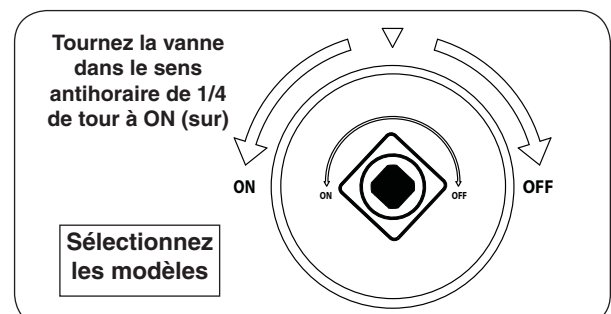

Fig. 42-2 SUR/ÉTEINDRE vanne clé détail
3. Si muni, tournez la SUR/ÉTEINDRE vanne clé de la hauteur dans le sens antihoraire de 1/4 de tour à la position **ON** (sur) (Fig. 42-2).
4. Localisez la télécommande et appuyez sur la touche **ON** (sur) (voir Fig. 42-2). La séquence d'allumage commence.